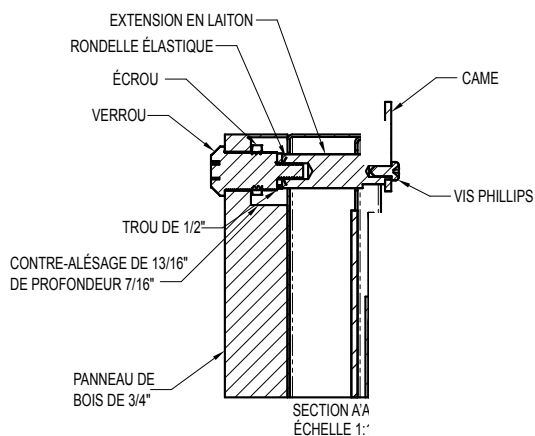

Figure 23
Deux (2) extensions de verrouillage sont fournies avec le verrou. Utilisez l'extension la plus longue pour un panneau de revêtement d'épaisseur 3/4 po et la plus courte pour un panneau d'épaisseur 5/8 po. Assemblez l'extension de verrouillage, une rondelle d'arrêt de came, une rondelle élastique et une vis de fixation sur le verrou comme montré aux Figures 23 et 24.